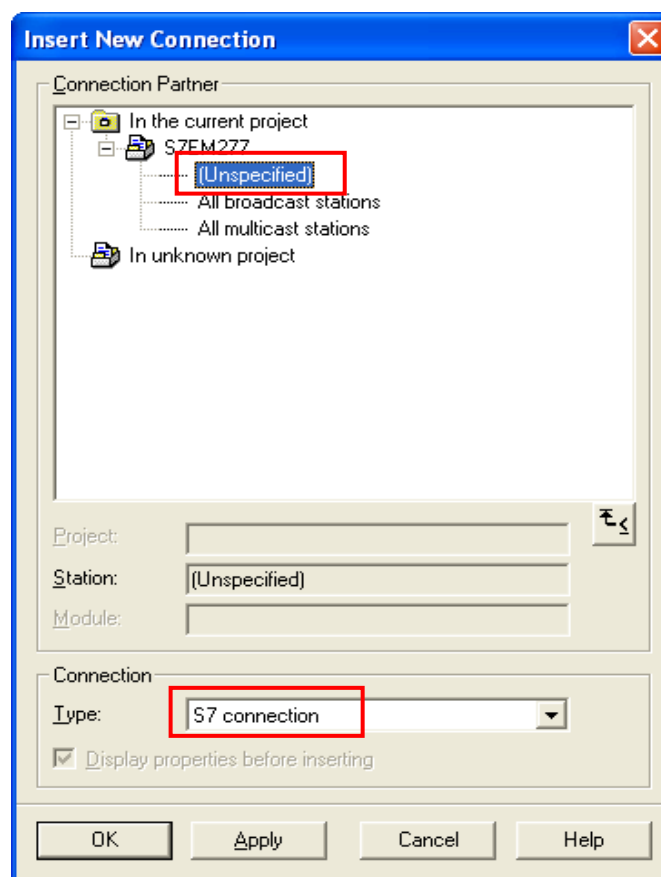

图 6
- 为 OPC Server 定义新连接，连接伙伴选择“Unspecified”，连接类型选择“S7 connection”，如图 6